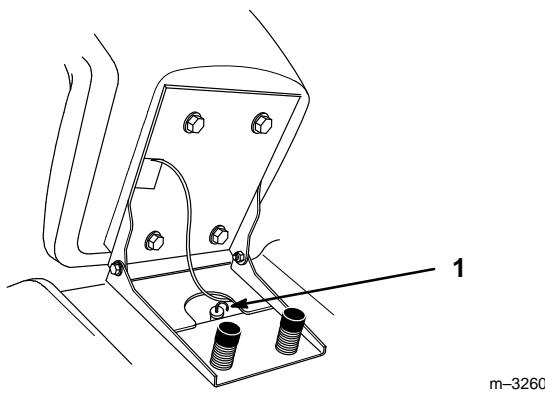

Figure 45
3. Nettoyer les abords de la jauge de transmission (Fig. 45) pour éviter la chute d'impuretés dans l'ouverture de remplissage, ce qui risquerait d'endommager la transmission.
4. Retirer la jauge et essuyer l'extrémité métallique (Fig. 45).
6. Verser lentement le volume d'huile de recharge spécifié dans le tube de remplissage (Fig. 45).
8. Contrôler ensuite le niveau d'huile de la boîte-pont comme expliqué à la page 39. Rajouter de l'huile lentement pour amener le niveau jusqu'au repère du plein (F) sur la jauge.